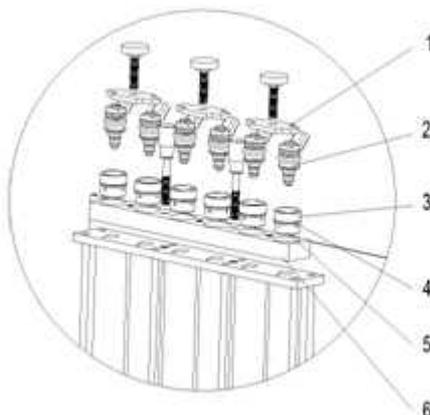

IMAGEN 3
- 4.- Otros procedimientos son iguales a los del párrafo “A”. Con referencia a la imagen 3.